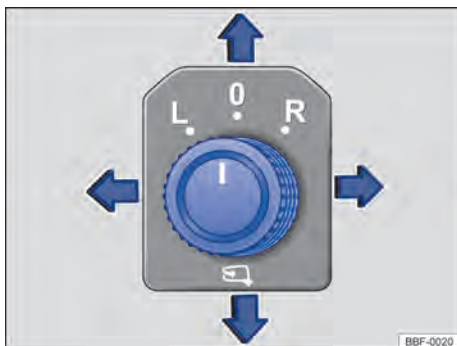

Fig. 79 Na porta do condutor: botão rotativo de ajuste dos espelhos retrovisores externos elétricos.
- Girar o botão rotativo na porta do condutor até o símbolo desejado → Fig. 79.